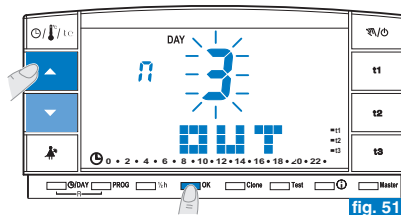

fig. 51
- Le mois en cours clignotant s'affiche sur l'écran. Avec les touches   programmer le mois où vous souhaitez activer le programme Holiday (laisser l'habitation) ; confirmer en appuyant sur la touche **OK** (fig. 51).